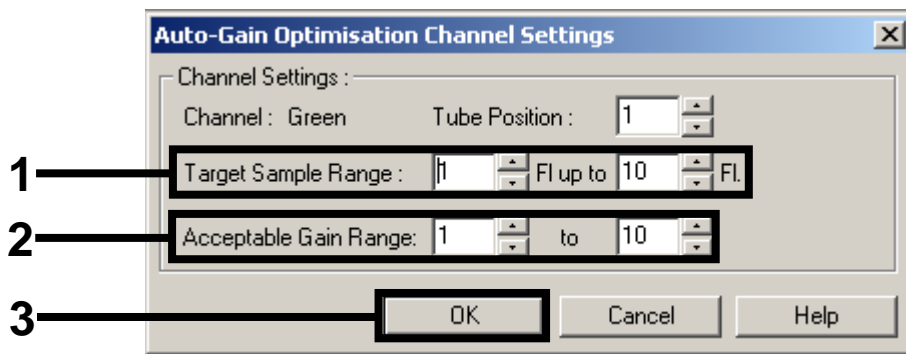

Figura 7. Ajuste de la optimización de la ganancia para el canal Green. Hay que efectuar estos ajustes en cada canal (Green, Yellow y Orange).
9. Ajuste de la optimización de la ganancia. Seleccione un “Target Sample Range” (intervalo deseado de las muestras) entre 1 FI y 10 FI, como máximo, así como un “Acceptable Gain Range” (intervalo aceptable de ganancia) entre 1 y 10 (figura 7, se muestra un ejemplo para el canal Green [verde]). Hay que efectuar estos ajustes en cada canal (Green, Yellow [amarillo] y Orange [naranja]).